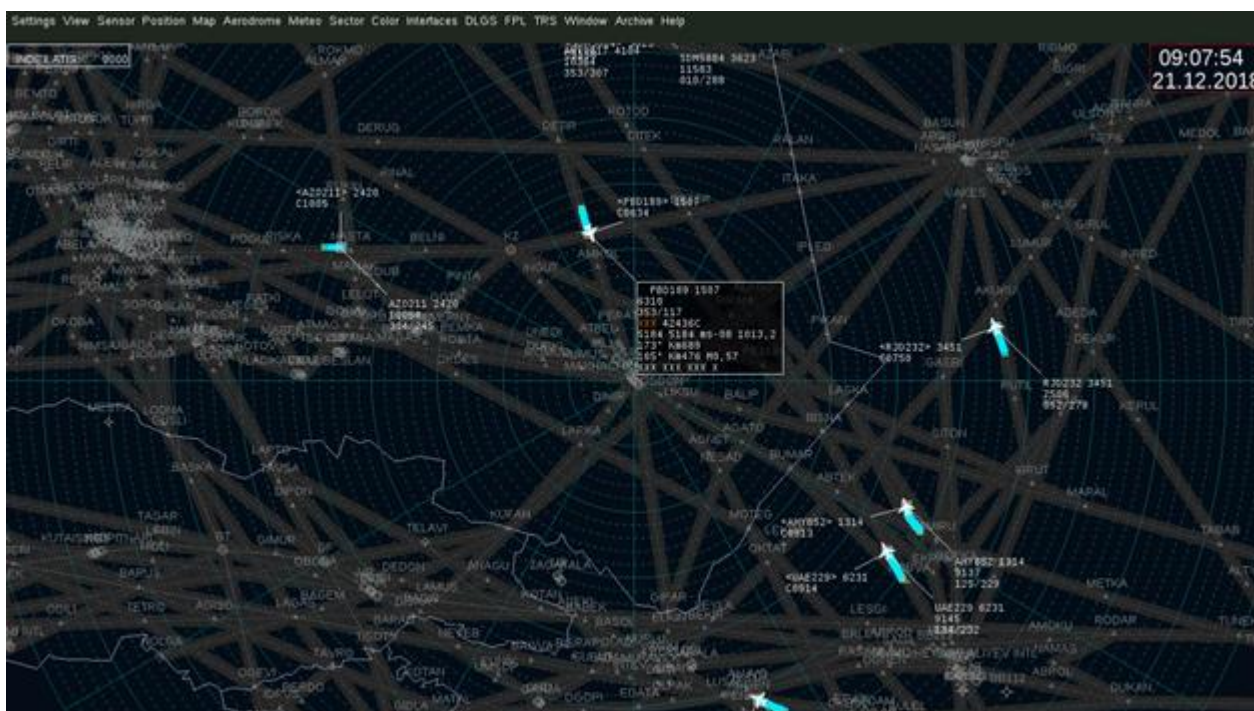

Рисунок 17 . Вид главного окна программы «MRD»
3.5.2 В главном окне программы отображается текущая воздушная обстановка (рисунок 17).